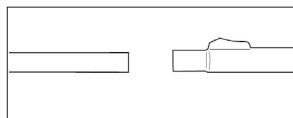

Figure 3/2
2. Le tube télescopique peut être allongé ou raccourci au besoin en appuyant sur le bouton et en le faisant coulisser vers l'avant ou vers l'arrière (Figure 3/3).